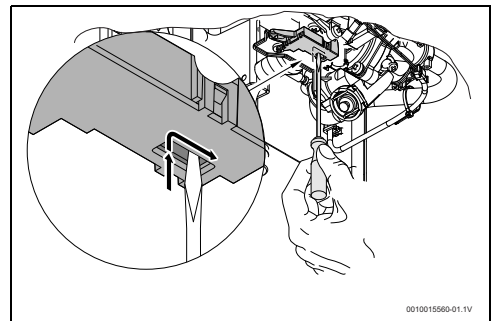

Bild 30 Rücksetzen des Mikroschalters
- ▶ Mikroschalter gemäß Abb. 30 positionieren.